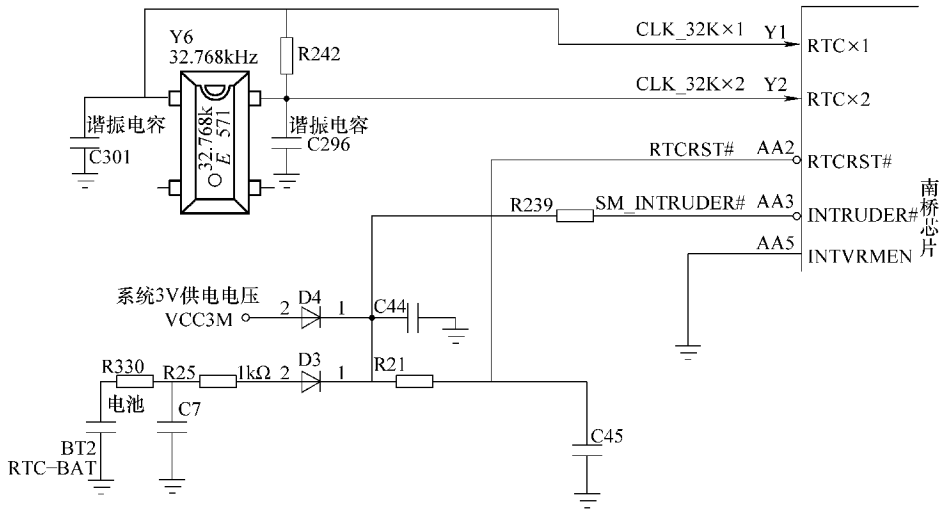

图 5-1 笔记本电脑 CMOS 工作原理代表电路
1. 笔记本电脑 CMOS 工作原理代表电路 (见图 5-1)